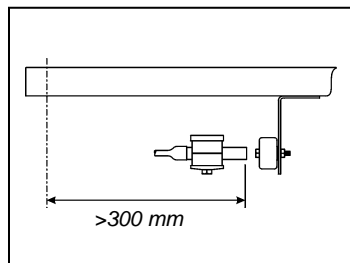
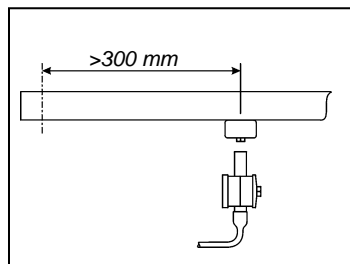

Figure 8
Figure 9
2. I sættet findes der beslag til montering af henholdsvis føler og magnet. Det kan evt. være nødvendig at tilpasse disse beslag til den enkelte maskine. Magnet og føler kan monteres parallel (fig. 8) eller vinkelret (fig. 9) på armen helt efter ønske.
- (a) føleren skal være mindst 300 mm fra omdrejningspunktet for armen. (fig. 8 and 9).